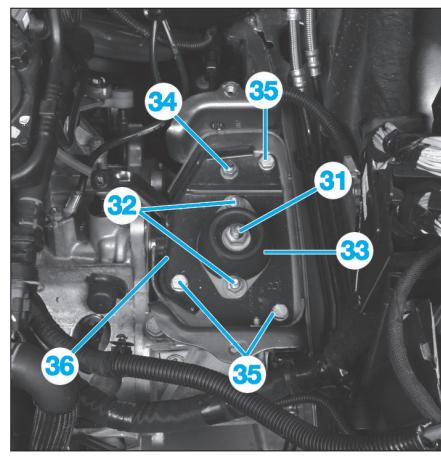

Fig. 11
- l'écrou d'axe de support élastique (31) (Fig.11),
- les écrous de cales élastiques (32),
- la cales élastiques (33),
- l'écrou de fixation de la platine (34),
- les fixations de platine (35),
- la platine (36),